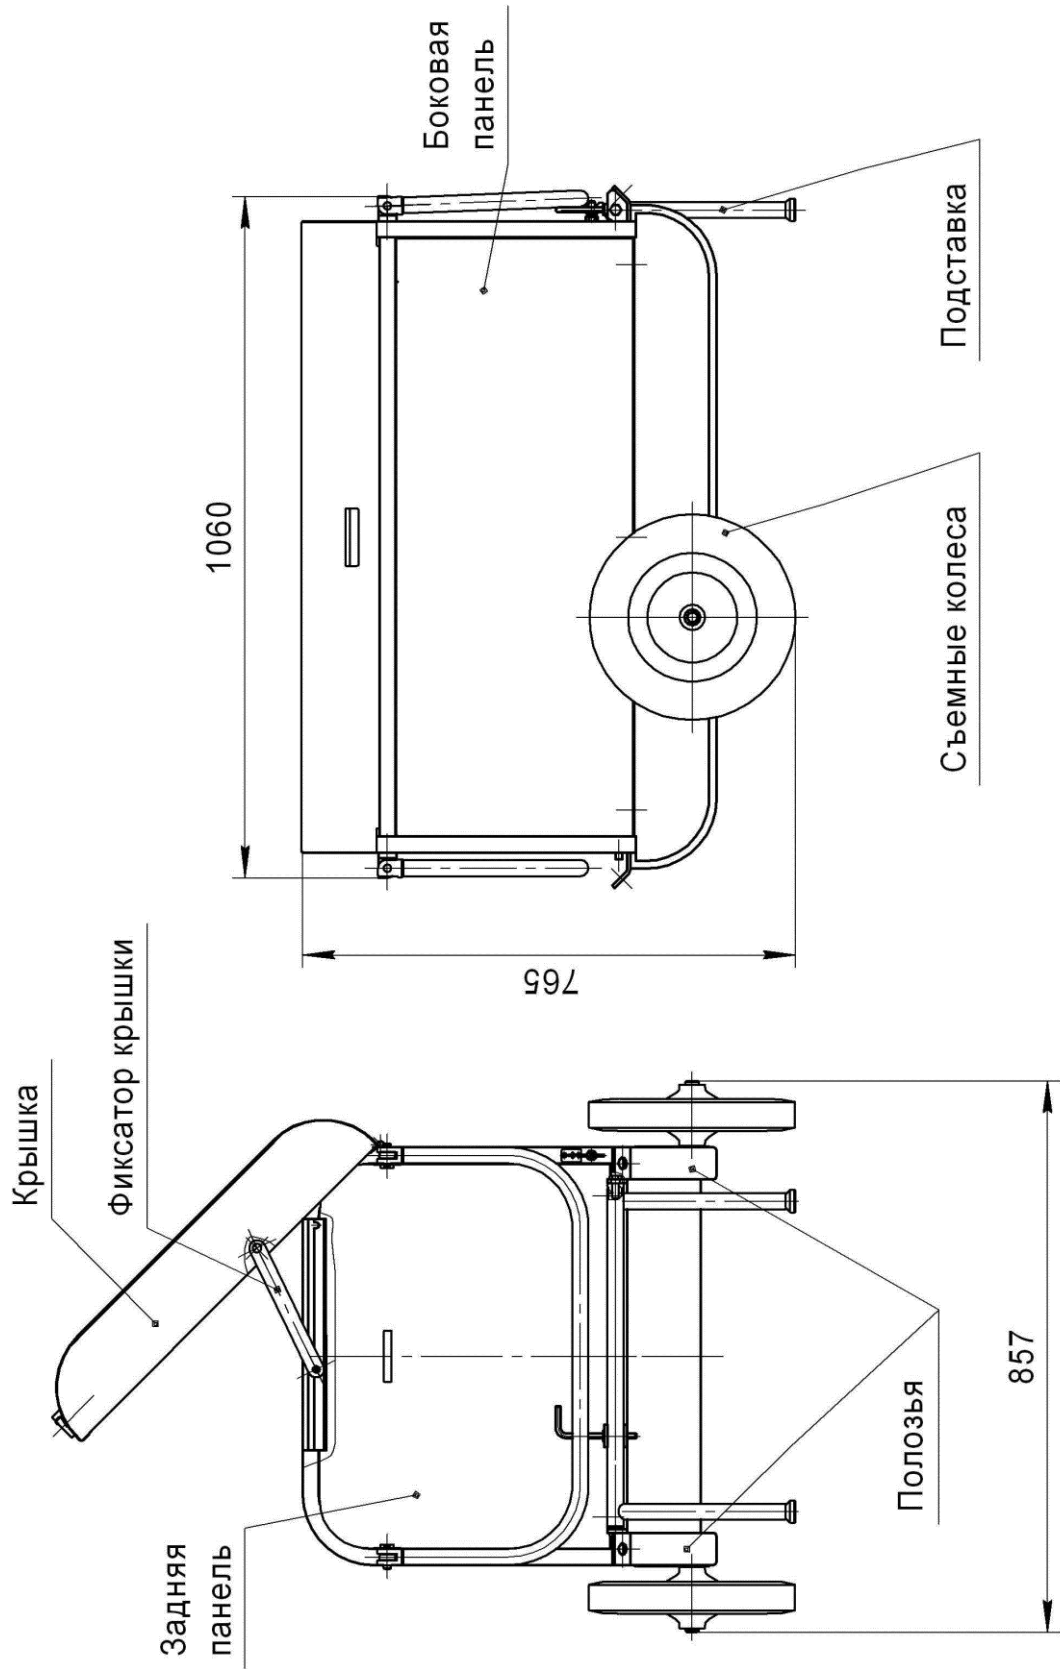
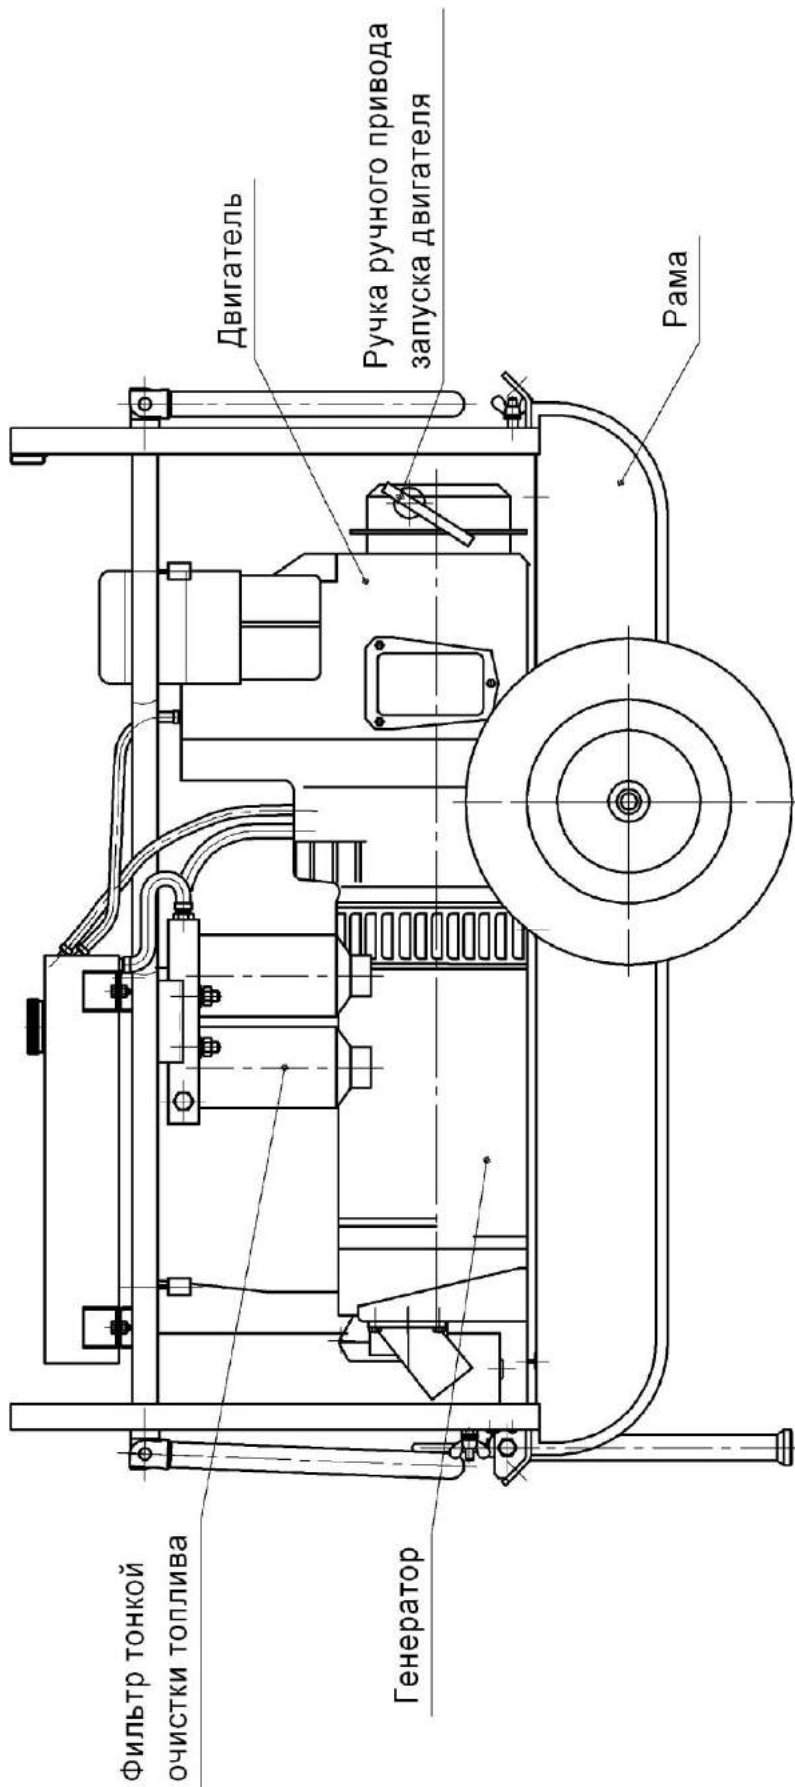
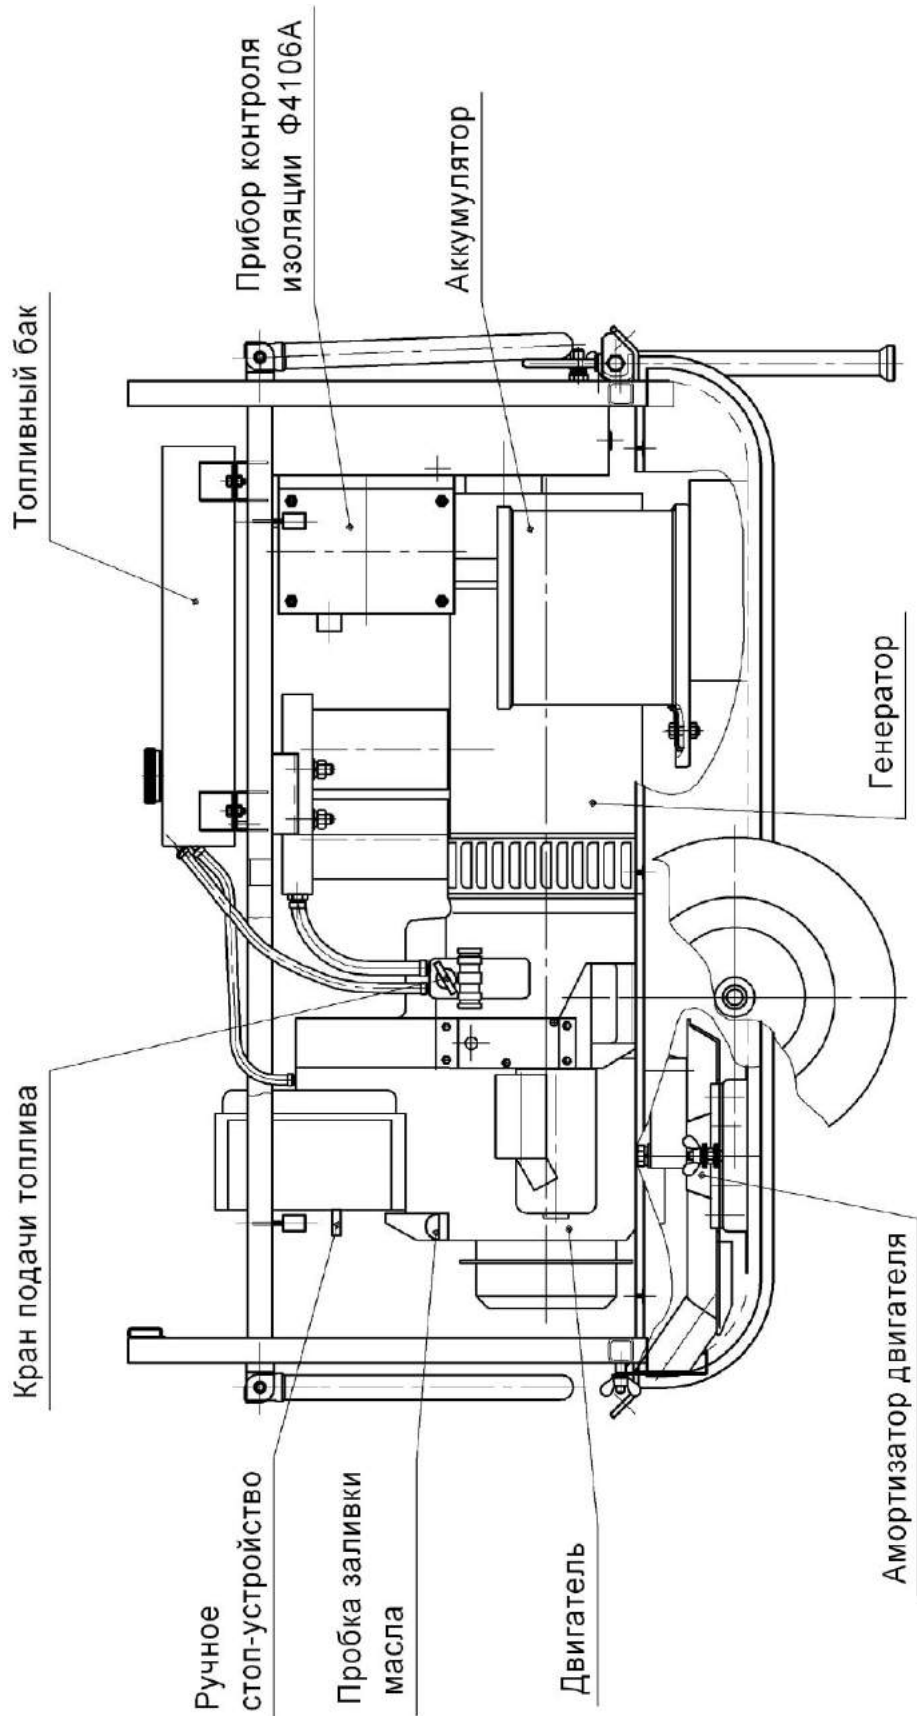
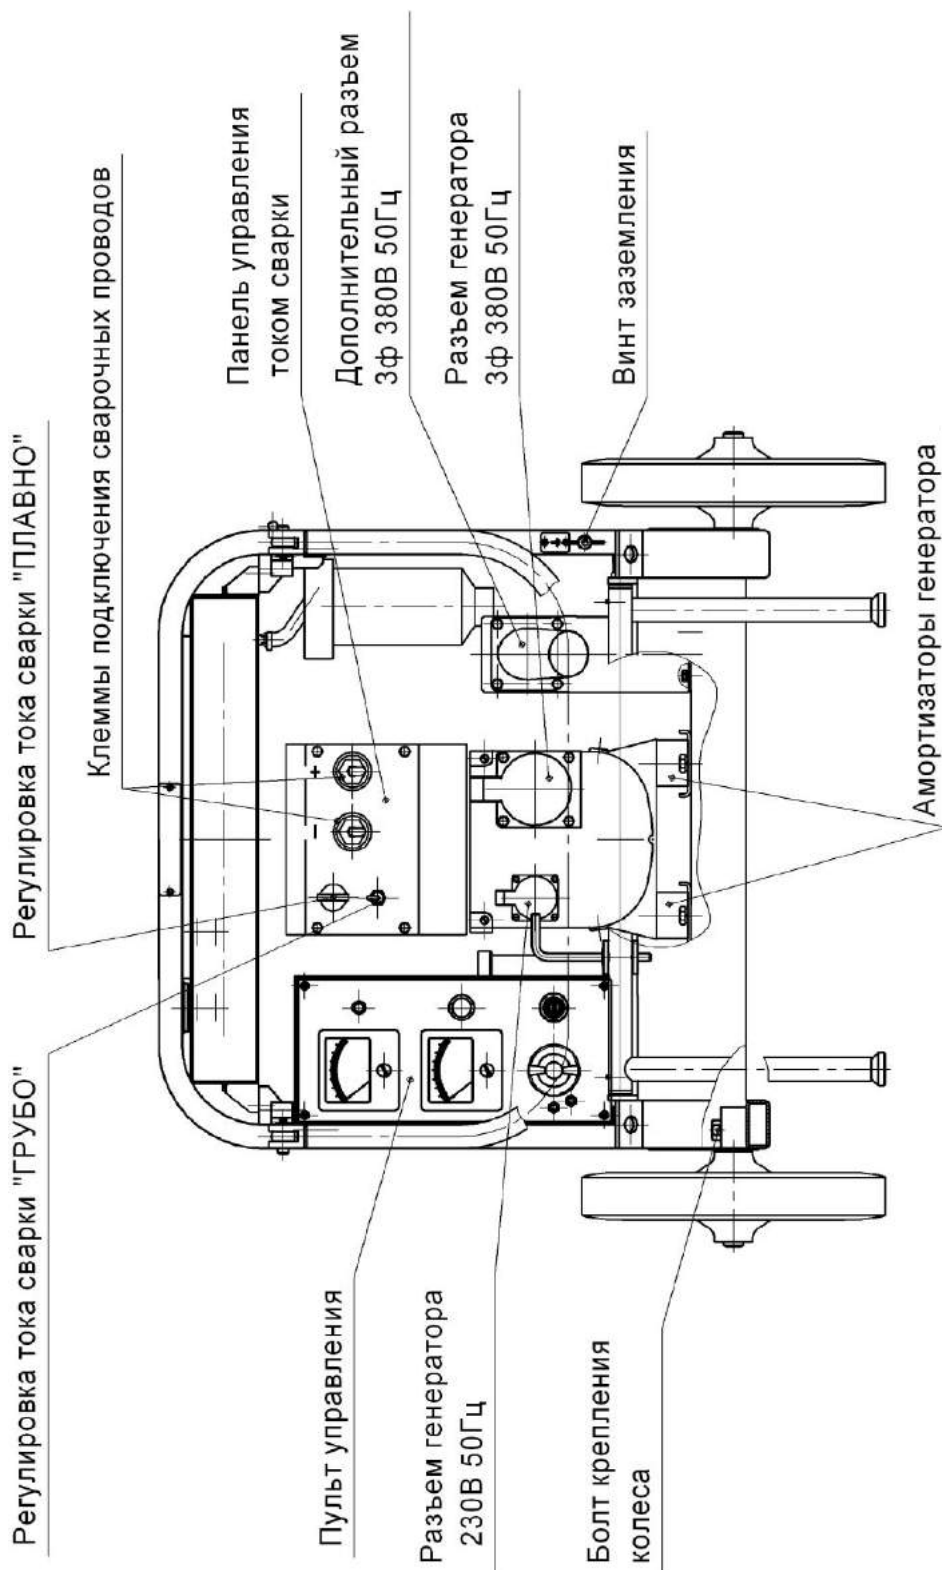

Рис.1
Рис.2
Рис.3
Рис.4
Общий вид энергоагрегата представлен на рис.1, 2, 3 и 4.
Дизельный двигатель (рис.2, 3) и генератор (рис.2, 3) соединены в единый блок, закрепленный через амортизаторы на раме (рис.1). Кроме этого на раме устанавливается пульт управления (рис.4), аккумулятор (рис.3), топливный бак (рис.3), фильтр тонкой очистки топлива (рис.2), крышка (рис.1).
Для перемещения агрегата по грунту применяются съемные колеса (рис.1), для перемещения по снегу- полозья (рис.1).
5.2.1. Управление сварочным током производится с помощью переключателей панели управления (рис.4)
6.1.2 Двигатель оборудован системой воздухоочистки – воздушным фильтром, системой топливоподдачи состоящей из топливного бака (рис.3), топливопроводов, дополнительного топливного полноточного фильтра (рис.2) и инжекторного насоса. Система топливоочистки позволяет обеспечить увеличенный рабочий ресурс двигателя.
6.1.4 Система пуска и останова двигателя состоит из аккумулятора, магнитного переключателя (реле стартера), стартера, замка зажигания ручного стоп-устройства, которое обеспечивает полное перекрытие подачи топлива в двигатель с помощью рычага (рис.2, 3, 4). В систему пуска входят также ручной привод запуска двигателя (рис.2). Для предпускового разогрева масла в картере двигателя служит предпусковой подогреватель, состоящий из трубы с рассекателем пламени и паяльной лампы, вставляемой после её розжига горелкой в патрубок подогревателя (рис. 3).
6.2 Генератор (рис.2, 3)
- снять заднюю панель (рис.1)
- поднять крышку и закрепить фиксатором (рис.1)
- при необходимости снять боковые панели (рис.1)
а) открыть кран подачи топлива (рис.3),
- установите рычаг ручного стоп-устройства (рис.3) в положение «РАБОТА»;
- откройте кран подачи топлива (рис.3) ;